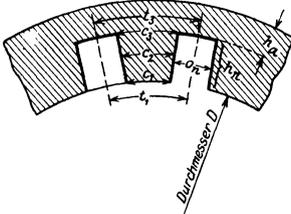

Abb. 236. Rechteckige Ständernut.
A. Rechteckige Nut. Bezeichnet t_1 die Nutenteilung, d. h. die Entfernung zweier Nutenmitten, gemessen auf dem zum Durchmesser D der Statorbohrung gehörigen Kreisumfang, k_1 die Nutenzahl, so ist (Abb. 236)
Kennt man den Drahtquerschnitt q_1 , so läßt sich jetzt der Nutenquerschnitt folgendermaßen bestimmen: Ist h_n die Nutentiefe (Nutenabmessungen sind in mm auszudrücken) (Abb. 236), so ist der Nutenquerschnitt $F_n = h_n o_n \text{ mm}^2$.